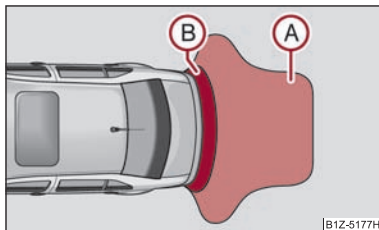
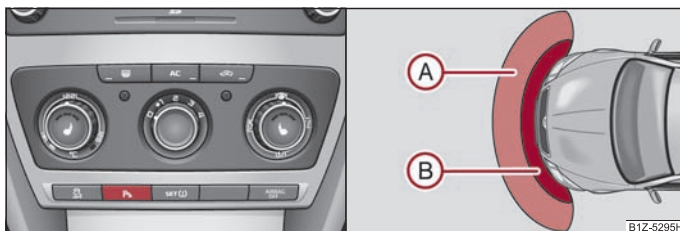

Fig. 115 Asistena la parcare: Zona de acțiune a senzorilor din spate
Fig. 116 Activarea asistenei la parcare/Domeniul de acțiune al senzorilor din față
Avertizarea obstacolului începe de la o distanță de cca. 160 cm. (zona **A** ⇒ fig. 115) Odată cu micșorarea distanței, se scurtează intervalele dintre semnale.
Avertizarea pornește la o distanță de 120 cm față de obstacolul din faa autovehiculului (zona A) → fig. 116) și de 160 cm față de obstacolul din spatele autovehiculului (zona B) → pagina 106, fig. 115). Odată cu micșorarea distanței, se scurtează intervalele dintre semnale.
Sistemul de asistare la parcare se activează, când contactul motor este pus, la cuplarea **treptei marșarier** sau la apăsarea tastei → fig. 116 - stânga, în tastă se aprinde simbolul P. Activarea va fi confirmată prin emiterea unui ton scurt.
Sistemul de asistare la parcare se dezactivează prin apăsarea tastei P → fig. 116 - stânga sau la viteze peste 10 km/h - simbolul P din tastă se stinge.
- Dacă după activarea sistemului se emite cca. 3 secunde un semnal sonor, iar în jurul autovehiculului nu se găsește nici un obstacol, înseamnă că există o defecțiune în sistem. Defecțiunea este semnalizată și prin clipirea simbolului P din tasta → fig. 116 - stânga. Defectul trebuie remediat de către o unitate autorizată.